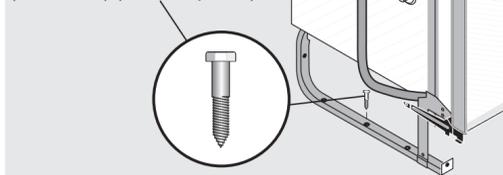

Figure 17
- Vissez des vis à bois de 1/4 po (3 mm) (non inclus) à travers les trous prévus dans le rail du bâti. **Voir Figure 17.**